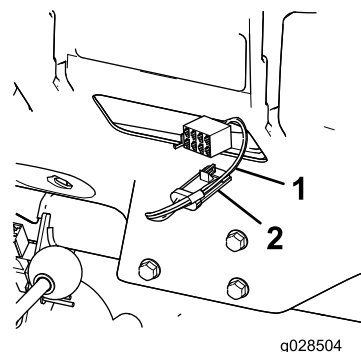

Figura 12
2. Collegate il connettore a 4 pin dell'adattatore del cablaggio preassemblato al connettore a 4 prese per il cablaggio del quadro di comando (Figura 12).